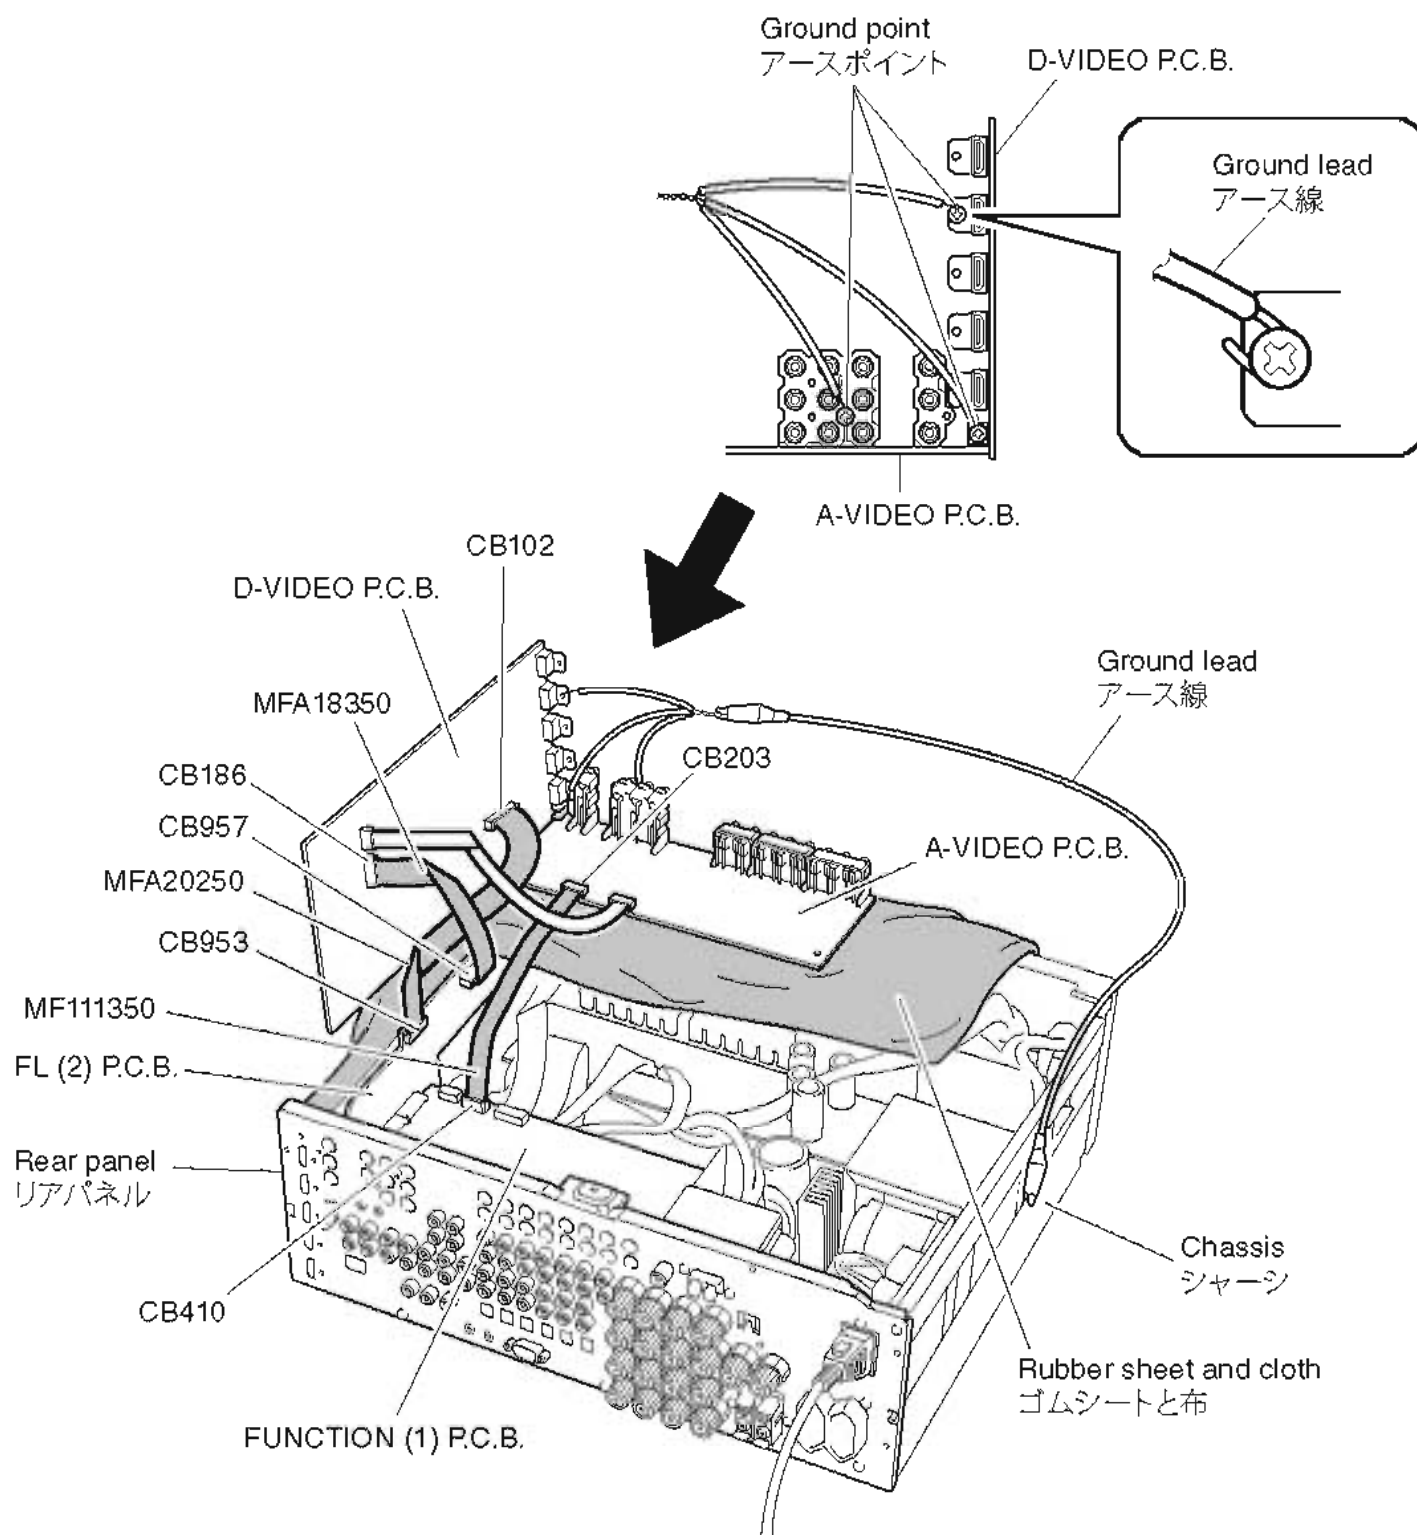

Fig. 7
- Put the rubber sheet and the cloth over this unit. Then place the D-VIDEO and A-VIDEO P.C.B.s upside down on the cloth and check them. (Fig. 7)
- Connect the ground point of each P.C.B. shown below to the chassis with a ground lead or the like. (Fig. 7)
- 本機の上にゴムシートと布を敷き、その上に D-VIDEO および A-VIDEO P.C.B. を裏返しに置いてチェックします。(Fig. 7)
- 下記に示す各 P.C.B. のアースをアース線などでシャーシに接続してください。(Fig. 7)